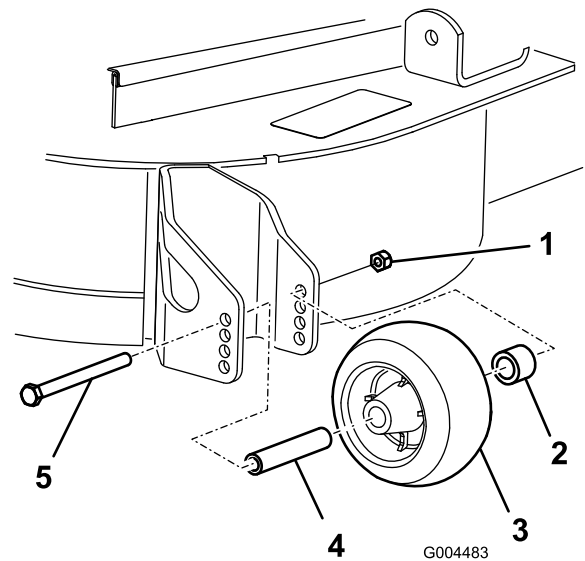

Figure 18
- Posez l'écrou à embase, la bague, l'entretoise et le boulon. Serrez à un couple de 54 à 61 Nm (Figure 18).
- Après avoir réglé la hauteur de coupe, réglez les galets en retirant l'écrou à embase, la bague, l'entretoise et le boulon (Figure 18).